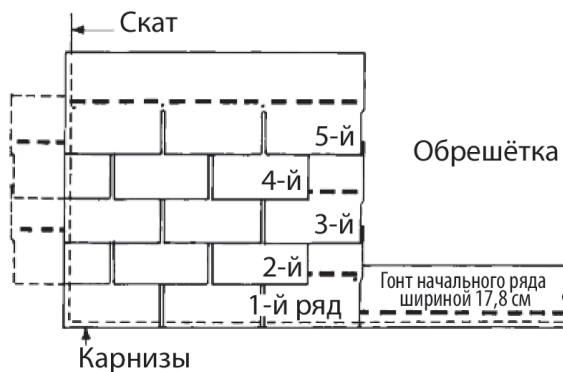

Рис. 10-12. Вертикальный метод укладки.
**1-Й РЯД:** Уложите целый гонт в левом нижнем углу крыши таким образом, чтобы язычки гонтов были вровень с начальным рядом (Рис. 10-12).
**2-Й РЯД:** Отрежьте 15 см от левого края гонта и уложите кусок гонта шириной 76 см на гонт первого ряда вровень с его левым краем, оставив в первом ряду открытый участок высотой 12,7 см (Рис. 10-12).